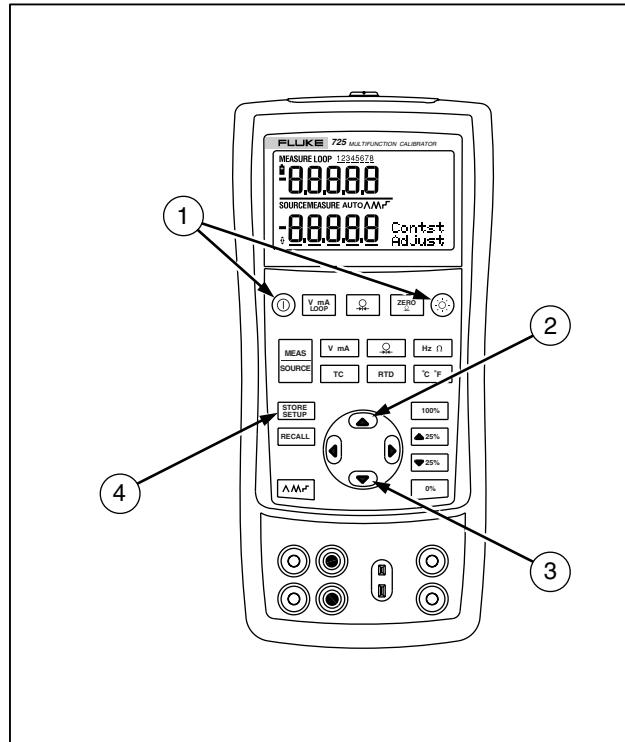

图 6. 调整对比度
1. 按 **②** 键及 **①** 键，直到显示“对比度调整”，如图 6 所示。
2. 按住 **④** 键来调暗对比度。
3. 按住 **③** 键来调亮对比度。